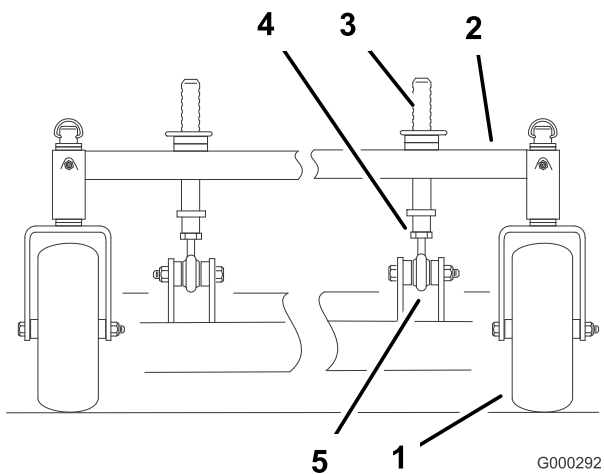

Figure 57
- Vous pouvez régler les montants de hauteur de coupe avant pour modifier l'inclinaison avant/arrière (Figure 57).